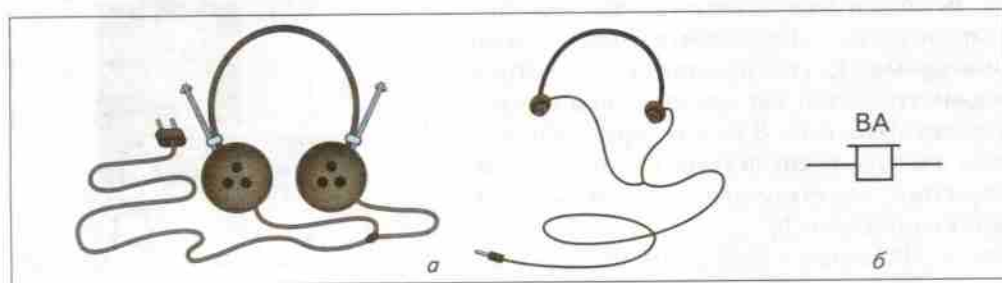

Рис. 18. Электрические телефоны разных типов: *а* — внешний вид; *б* — условное обозначение
**Электрический телефон** служит для преобразования электрических колебаний в звуковые. В быту же телефоном называют телефонный аппарат, который кроме собственно телефона имеет *микрофон*, *номеронабиратель*, *звонок* и много других деталей (рис. 18, 19).